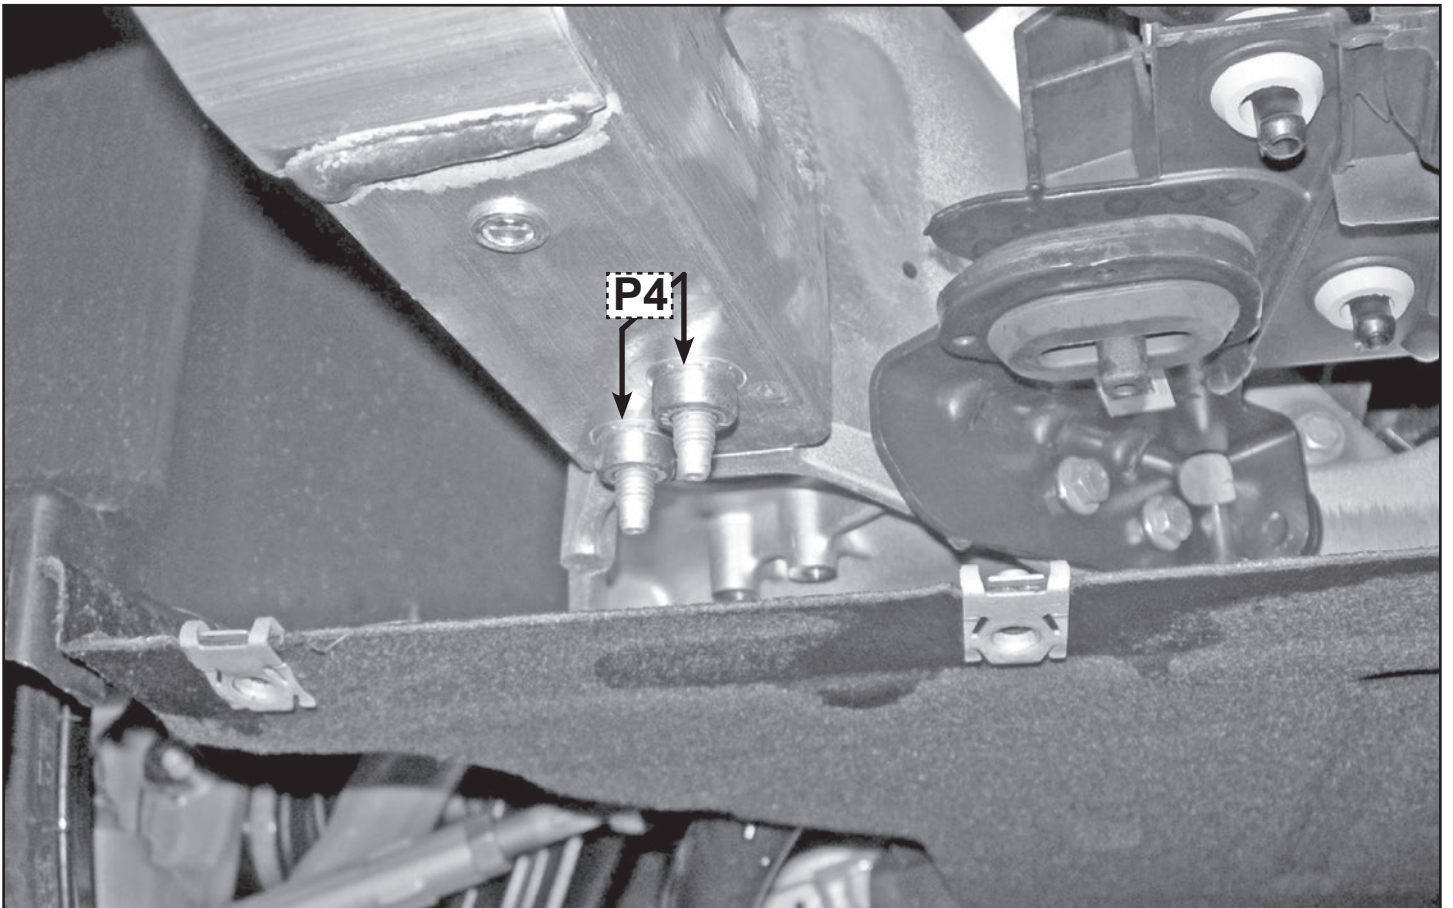

FIGURA 9
- **Nella figura 9** individuare i due perni sotto al telaio dell'autovettura per predisporre il fissaggio della piastra di ancoraggio Radar **A1** in dotazione (vedi punto **P4**).